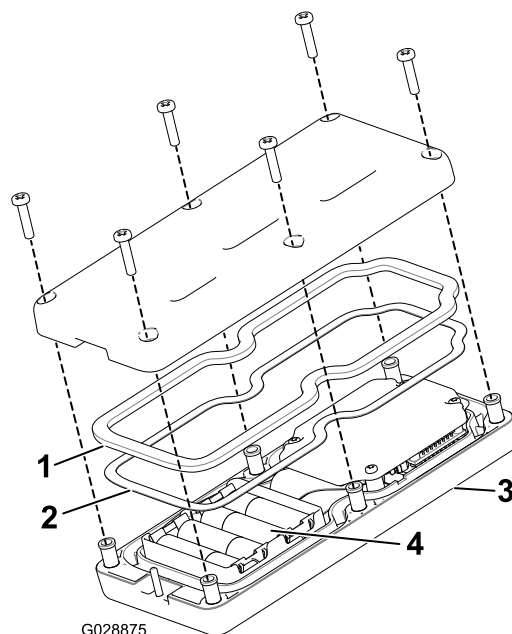

Рисунок 46
3. Отверните 6 винтов в задней части пульта дистанционного управления и демонтируйте крышку (Рисунок 46).
5. Вставьте все новые батарейки в соответствующие гнезда, соблюдая полярность. (Если батарейки будут установлены неправильно, устройство не будет повреждено, но и не будет работать.) В каждом гнезде имеется тиснение с обозначениями полярности клемм (Рисунок 46).
6. В случае случайного удаления резинового уплотнения и стальной прокладки осторожно установите их в канавку ручного пульта дистанционного управления (Рисунок 46).
7. Установите крышку, закрепите ее с помощью 6 ранее снятых винтов (Рисунок 46) и затяните их с моментом 1,5-1,7 Н·м.